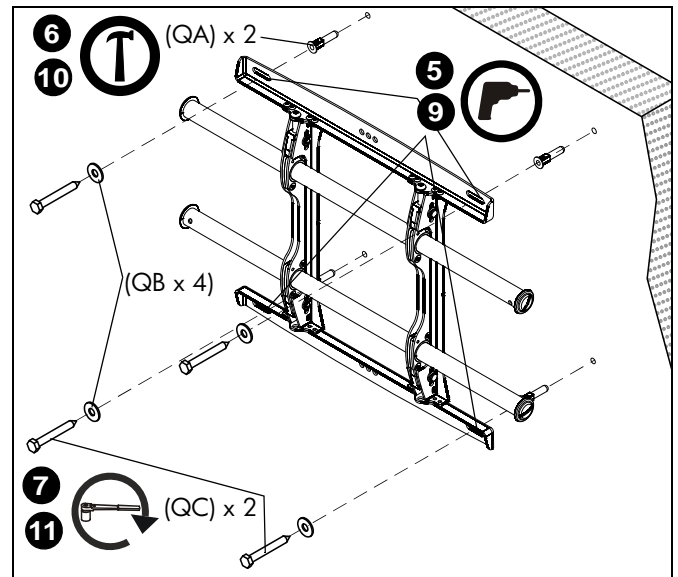

рис. 4
4. При помощи уровня сделайте на стене отметки в местах размещения верхних монтажных отверстий. (См. рис. 4)
6. Забейте молотком дюбели (QA) в каждое направляющее отверстие.
7. Прикрепите верхнюю часть крепления к дюбелям в стене с помощью двух болтов 5/16 x 2-1/2" (QC) и двух плоских шайб 5/16" (QB).
8. Отметьте точки размещения нижних монтажных пазов. (См. рис. 4)
9. Просверлите в отмеченных местах по одному направляющему отверстию. (См. рис. 4)
10. Забейте молотком дюбели (QA) в каждое направляющее отверстие.
11. С помощью двух болтов 5/16 x 2-1/2" (QC) и двух плоских шайб 5/16" (QB) прикрепите крепление через нижние монтажные отверстия. (См. рис. 4)